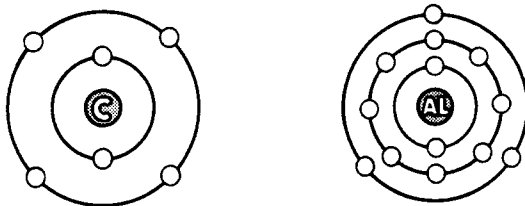

**Abb. 82**
*In Kapitel 2. hast du erfahren, daß sich alle Elemente aus Atomen zusammensetzen. Lange Zeit nahm man an, daß die unsichtbar kleinen Atome die kleinsten Bausteine der Materie seien, doch heute weiß man, daß auch sie aus noch winzigeren Teilchen zusammengesetzt sind. Ein Atom setzt sich aus einem Atomkern und Elektronen zusammen, die, ähnlich wie der Mond die Erde, den Kern auf einer festgelegten Bahn umkreisen (Abb. 82). Diese Bahnen bezeichnet man auch als S c h a l e n.*